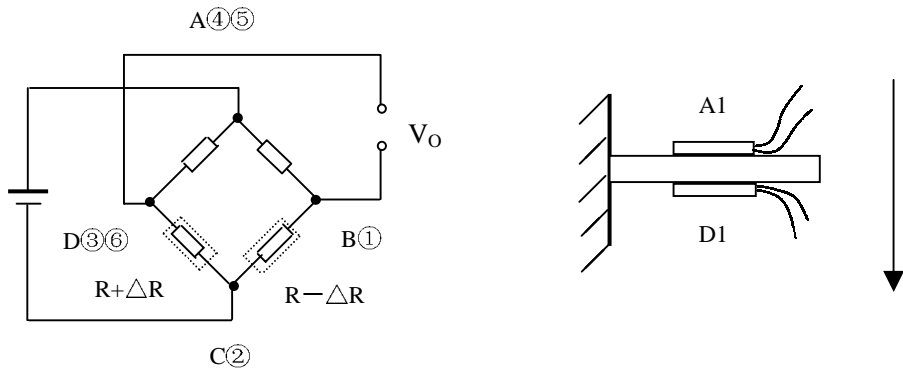

图 3 半桥应变测量
(1) A1 和 D1 两只应变片组成半桥, 用于应变测量, 测量结果要被 2 除。半桥应变测量如下页图 3 所示: